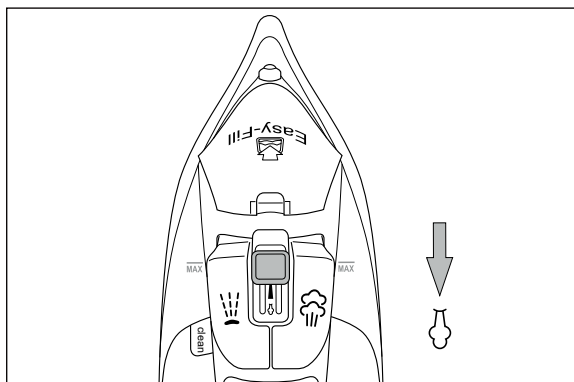

Abb. 1
- 3) Schieben Sie den Dampfregler **3** ganz nach unten in Position  (mehr Dampf) (siehe Abb. 1).